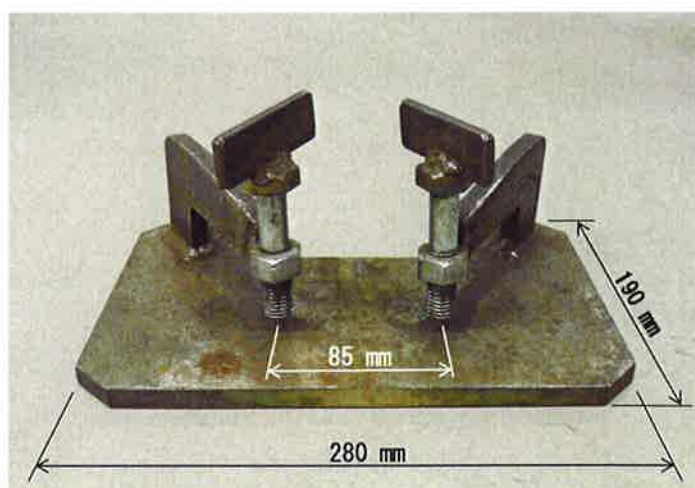

図1 仮付用ジグ
ニ) そ の 他 ワイヤブラシ、やすりなどは主催者において準備するが、参加者が持参したものを使用してもよい(仮付用ジグは除く。図1参照)。ただし、その場合は競技前に競技委員の確認を受けること。
作業台、仮付用ジグ(図1参照)、工具類(チップングハンマ、ハンマ、ニッパ、やすり、ワイヤブラシ、たがね、紙ヤスリ)、腰かけ、テストピース運搬具、電流調整用すて金
(1) 競技は、厚板の部及び中板の部ごとに表 1、別図 1 及びその溶接条件に従ってアーク溶接又は半自動溶接を行う。
(2) 競技時間は、開先部の加工仕上げから競技材提出、競技場の清掃までの時間をいう。
(別図 1)